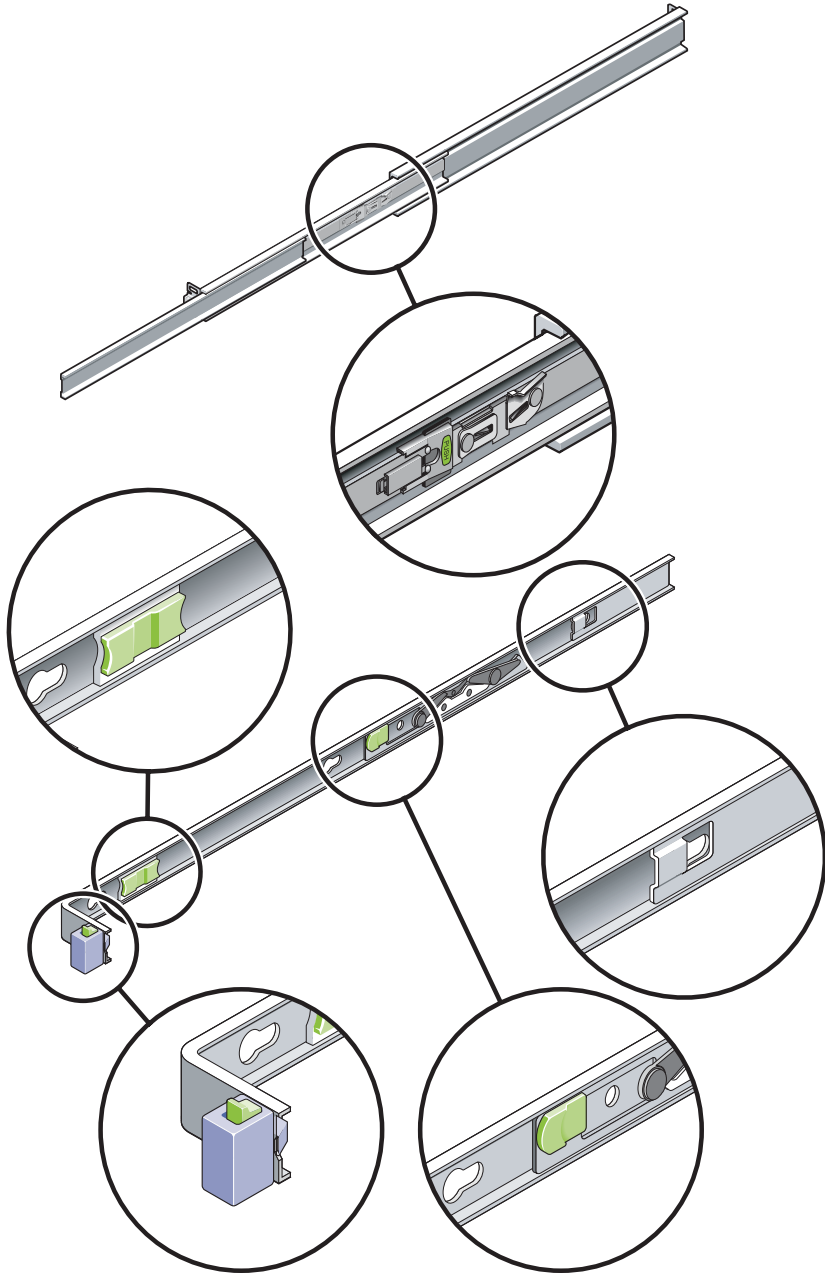

图 1-5 滑轨装置上 5 个锁的位置
- 请注意，一个滑轨装置中共有五个锁（图 1-5）。其中四个位于安装托架上。另外一个位于滑轨的前部。有关这些锁的用法在第 2 章的安装过程中进行了介绍。